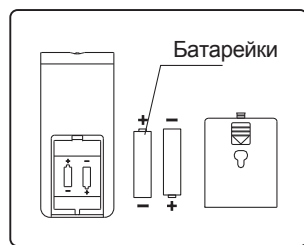

Рис.9
2. Вставьте 2 батарейки типоразмера AAA, соблюдая полярность (см. рис.9)